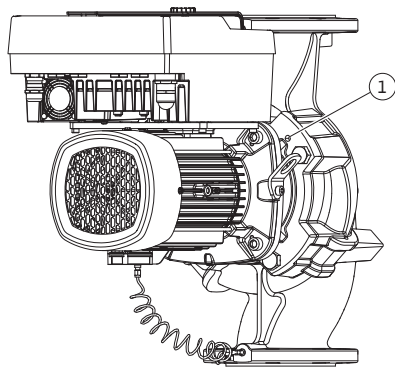

Fig. 11: Pressionar a unidade de impulsor motor através dos orifícios roscados (conforme o tipo de bomba)
No tipo de bomba Fig. II e Fig. III utilizar, para tal, os dois orifícios roscados (Fig. 11, pos. 1). Para tal, utilizar os parafusos adequados disponibilizados no local (por exemplo, M10 x 25 mm).
5. Afastar o conjunto de encaixe (ver Fig. 4) do corpo da bomba. Para tal, utilizar os dois orifícios roscados (ver Fig. 11). Para soltar o alojamento, introduzir parafusos M10 com comprimento adequado nos orifícios roscados.
7. Desapertar os dois parafusos fixos da chapa de proteção (Fig. II, pos. 27) e remover a respetiva chapa.
8. Introduzir uma chave de bocas com uma abertura de 27 mm na janela da lanterna e fixar o veio nas superfícies de aperto (Fig. II, pos. 16). Desapertar a porca do impulsor (Fig. II, pos. 22). Retirar o impulsor (Fig. II, pos. 21) do veio com um extrator adequado.
9. Soltar a placa de retenção do sensor da pressão diferencial (Fig. I, pos. 13) do flange do motor, desapertando o parafuso (Fig. II, pos. 10). Deixar o sensor da pressão diferencial (Fig. I, pos. 8) suspenso com a chapa de suporte (Fig. I, pos. 13) nos cabos de medição da pressão (Fig. I, pos. 7). Desligar eventualmente o cabo de ligação do sensor da pressão diferencial no módulo eletrónico.
10. Desapertar os parafusos (Fig. II, pos. 10 e pos. 10a).
11. Soltar a lanterna do dispositivo de centragem do motor com o extrator de dois braços (extrator universal) e removê-la do veio. O empanque mecânico (Fig. I, pos. 25) é também removido. Evitar o encravamento da lanterna.
12. Se o empanque mecânico tiver sido danificado, pressionar o contra-anel (Fig. I, pos. 26) do empanque mecânico para fora do alojamento da lanterna. Colocar o novo contra-anel na lanterna.